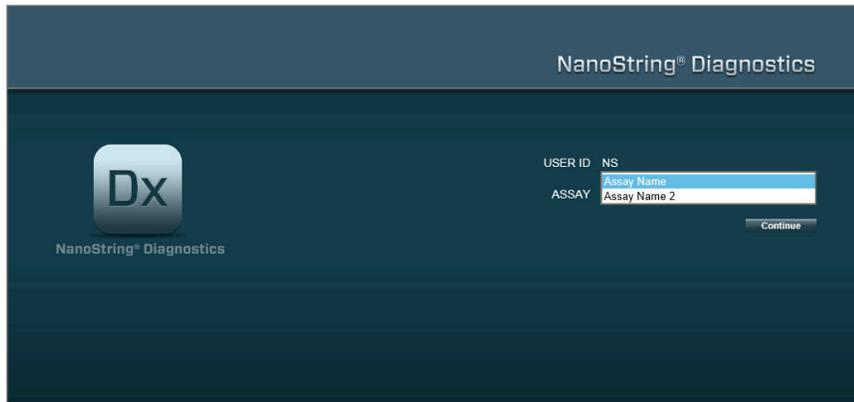

FIGURA 4.2: O controlo **Assay Type** (Tipo de Ensaio) na página de início de sessão
- **Permissões do utilizador para vários ensaios:** caso o utilizador tenha acesso a mais do que um ensaio, é apresentado o controlo **Assay Type** (Tipo de Ensaio). O utilizador deverá, então, escolher um ensaio e clicar em **Continue** (Continuar) (FIGURA 4.2).